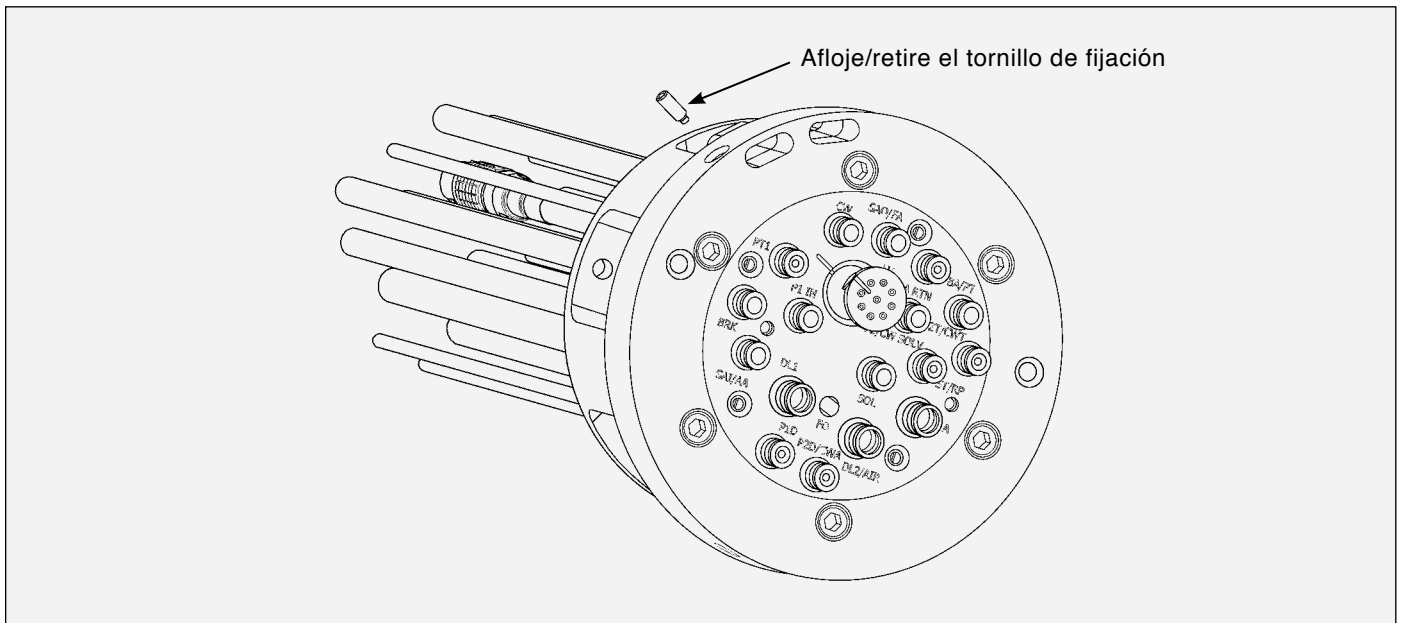

Figura 18: Retirada de cable de baja tensión
**RETIRADA DE CABLE DE BAJA TENSIÓN - LISTA DE PIEZAS (Figura 18)**
## Retirada de cable de baja tensión (Consulte la Figura 18)
3. Retire el tornillo de fijación [2] con una llave hexagonal de 4,8 mm (3/16") (véase la Figura 18).